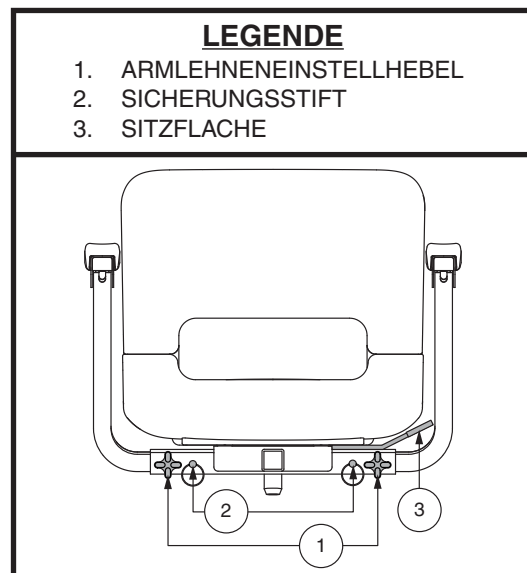

Abb. 15. Sitzeinstellungen – Stil A
1. Lösen Sie die Armlehneinstellhebel. **Siehe Abb. 15.**
1. Ein Verriegeln des Sitzes in einer von vier Positionen ist mit dem Sitzarretierungshebel möglich. **Siehe Abb. 15 oder 16.**